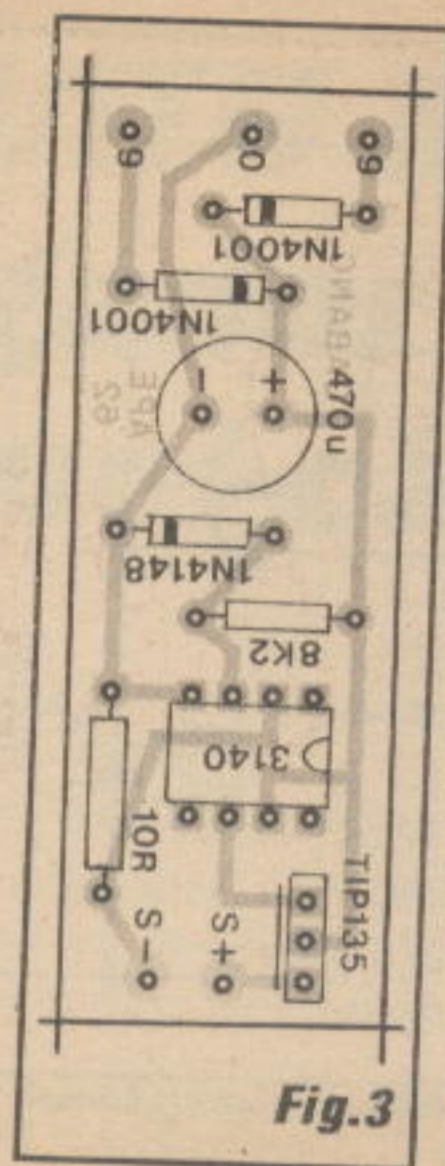

Fig. 3
- FIG. 3 - CHAPEADO DA MONTAGEM - O *outro* lado da placa (não cobreado...), ainda em tamanho natural, com todas as peças (menos o *trafo*...) colocadas, identificadas pelos seus códigos, valores, polaridades e demais características de acordo com as normas gráficas adotadas por APE (que *não são*, necessariamente, as mesmas eventualmente adotadas por outras publicações ou mesmo pelas entidades de *normalização técnica*...). O leitor/hobbysta que nos acompanha já está mais do que *acostumado* a corretamente interpretar as estilizações criadas pelos nossos desenhistas, sempre no sentido de facilitar ao máximo a compreensão e o entendimento *visual*, mesmo pelo mais *verde* dos principiantes... Lembramos que vários dos componentes são *polarizados* e assim têm posição *única e certa* para inserção e soldagem à placa... É o caso do Integrado, com sua extremidade marcada claramente indicada; do transístor, com sua face metalizada voltada para os terminais (S+)(S-); dos diodos, todos com sua extremidade de *catodo* também nitidamente indicada pela marca ou anel em cor contrastante, e do capacitor eletrolítico, com sua polaridade de terminais marcada